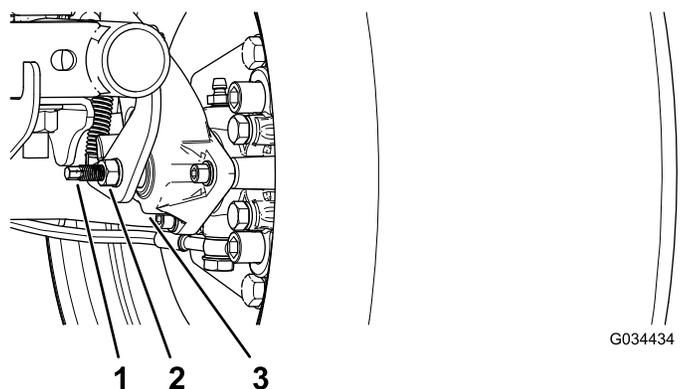

Figura 50
3. Utilizando duas chaves, segure ajustando o poste na pinça em posição com uma chave e desaperte a porca de retenção cerca de 1/4 de volta com outra chave (Figura 50).
4. Enquanto segura o polo de ajuste e a porca de retenção no lugar, rode o polo de ajuste para apertar (Figura 50).
5. Enquanto segura o polo de ajuste e a porca de retenção no lugar, afaste cerca de 1/4 de volta (Figura 50).
6. Enquanto segura o polo de ajuste e a porca de retenção no lugar, aperte a porca de retenção (Figura 50).